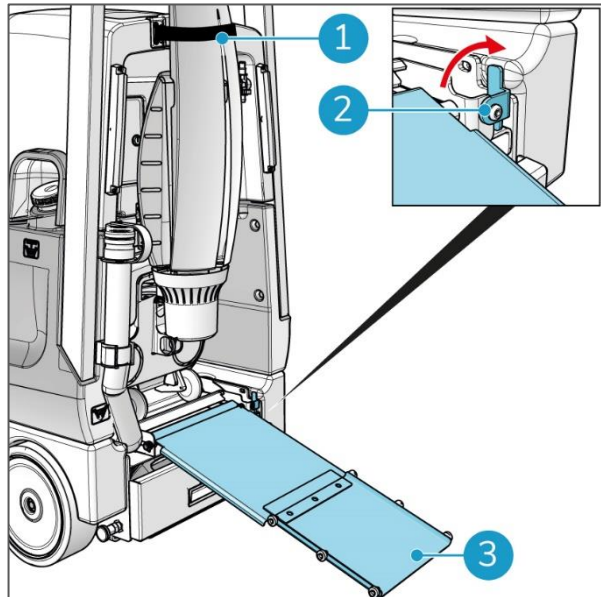

Figura 61
1. Afloja la correa que sujeta la i-mop® lite (Figura 61, pos 1).
2. Desbloquea el cierre azul (Figura 61, pos. 2).
3. Saca la rampa y desplégala (Figura 61, pos 3).